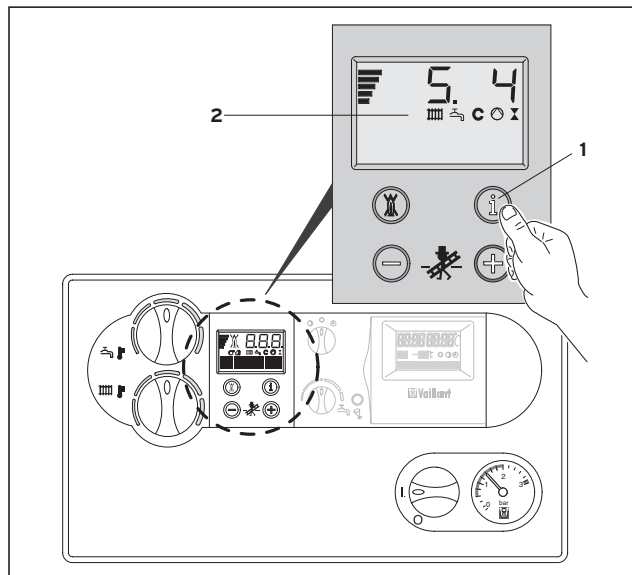

Fig. 3.13 Indicatoarele de stare
3.6 Indicatoarele de stare (fig. 3.13)